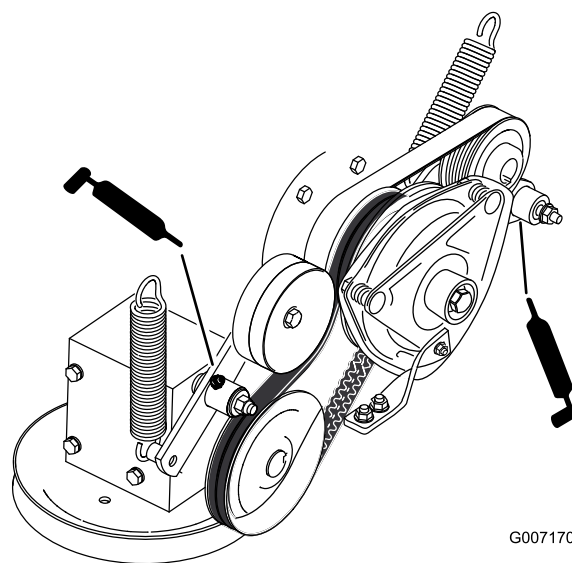

Figura 31
7. Engrase el brazo tensor de la correa de transmisión de la PTO (Figura 31).
8. Engrase el brazo tensor de la correa de la bomba (Figura 31).